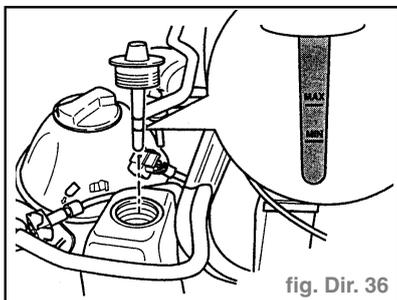

fig. Dir. 36
- Contrôler le niveau d'huile : il doit se situer autour du repère **MIN** (jusqu'à **2 mm** environ au-dessus ou en-dessous du repère (fig. Dir. 36).
- Contrôler le niveau d'huile : il doit se situer entre les repères **MIN** et **MAX** (fig. Dir. 36).
- Pour un réservoir d'alimentation d'huile hydraulique vide d'un système hydraulique remplir jusqu'à ce que le repère «**MAX**» ait été atteint sur la jauge d'huile (fig. Dir. 36).